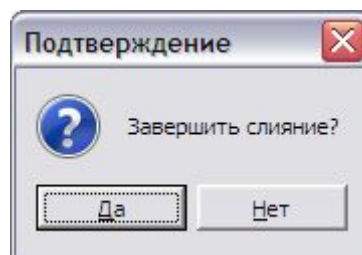

Рис. 8.98
**слияние** или на кнопку **Закрыть**  в правом верхнем углу окна. После этого появится окно с запросом подтверждения завершения слияния (Рис. 8.98).